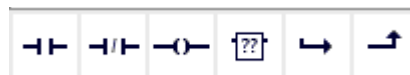

Figura 14. Iconos de los elementos para la creación del programa.
14. En la Figura 14 se muestran los elementos favoritos para la creación de los segmentos del programa en el siguiente orden: "Contacto normalmente abierto", "Contacto normalmente cerrado", "Asignación", "Cuadro vacío", "Abrir rama" y "Cerrar rama". (sino aparecen, active el icono  "Mostrar Favoritos también en el editor")
Para simplificar la solución anterior, pueden utilizarse funciones de memoria, estas pueden encontrarse siempre en los iconos de favoritos, específicamente en el icono de “Cuadro vacío” (Ver Figura 14).